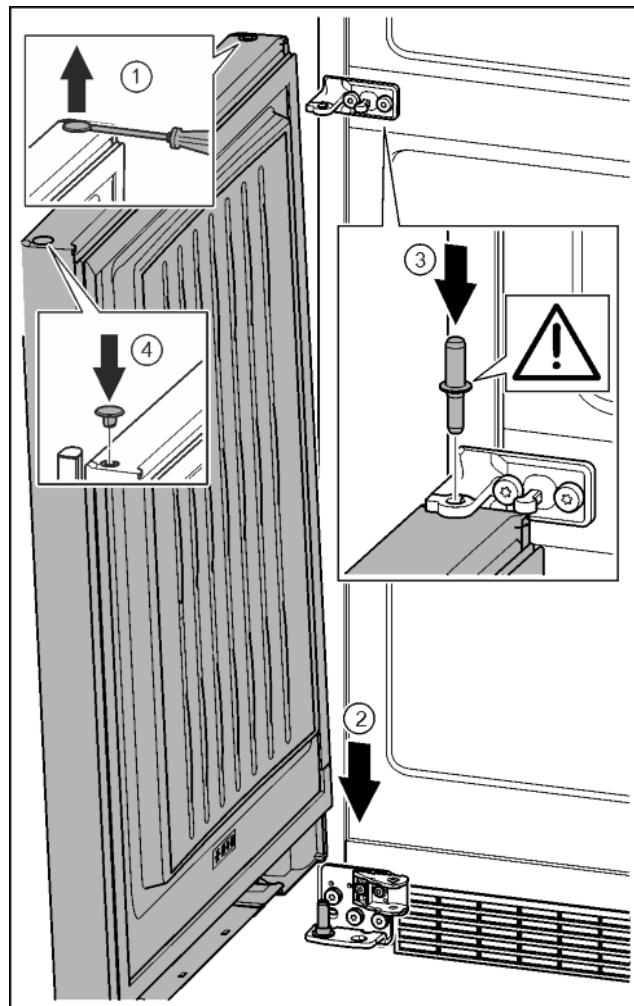

Fig. 35
- ▶ За допомогою шліцевої викрутки обережно підніміть пробку та витягніть її. Fig. 35 (1)